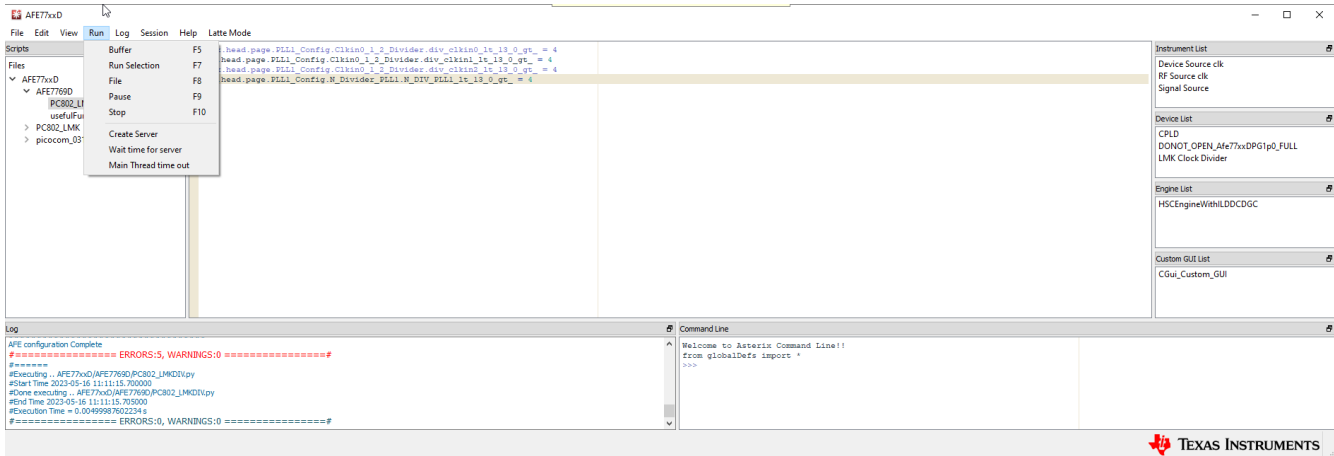

图 3-15. 运行 LMK 脚本
8. 通过按 F5 或依次点击 “Run” > “Buffer” 来运行脚本。您应该会在日志窗口中看到一个输出，如 图 3-15 中所示，表明脚本已运行且没有错误。运行该脚本后，如果连接了来自 RNS802 的 122.88MHz 基准，则 LMK_LOCKED LED (D11) 会亮起。